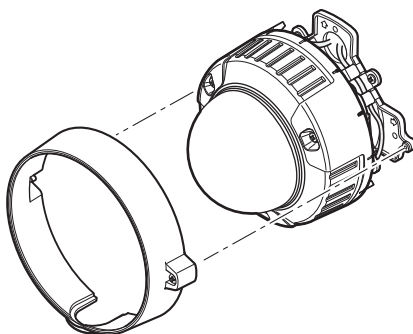

Рис. 16. Установка крышки основы
- ❶ Кабельный ввод
- ❷ Присоединенный кабель
- ❸ Кабельный ввод
11. Установите крышку монтажной основы (входит в комплект) на монтажную основу (см. рис. 16).